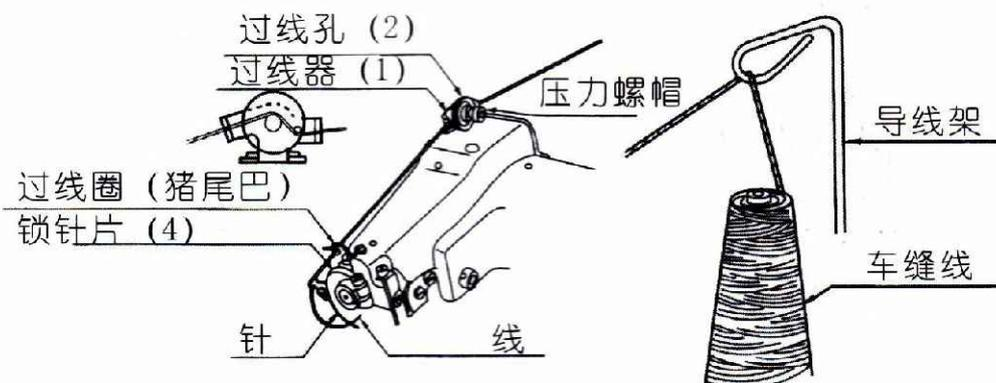
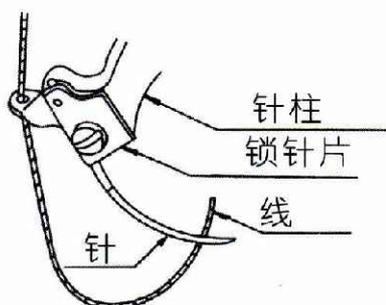

图9
图11
#### 5. 上线 (图9—12)
A. 使用车缝线时, 将车缝线置於线座的塑胶套上。(图9)
- C. 正确的装线方法，请仔细参照图9所示。
当线到达过线器(1)时，将线由后孔(2)穿入并导引其由前孔穿出(如图9)，再牵线至前方由上往下穿过过线圈(3)和锁针片的线孔(4)。此时要注意针的方向必须是偏左方，再将线由下方穿过针孔后拉出即完成(如图11)。